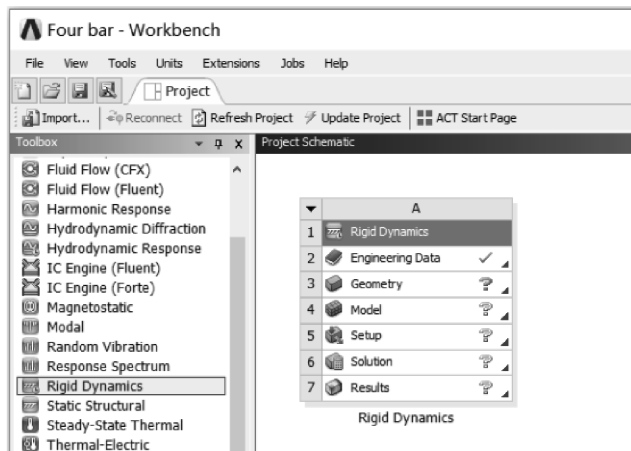

图 5-2 创建回转臂刚体动力分析
(1) 在工具箱【Toolbox】的【Analysis Systems】中双击或拖动刚体动力分析【Rigid Dynamics】到项目分析流程图，如图 5-2 所示。